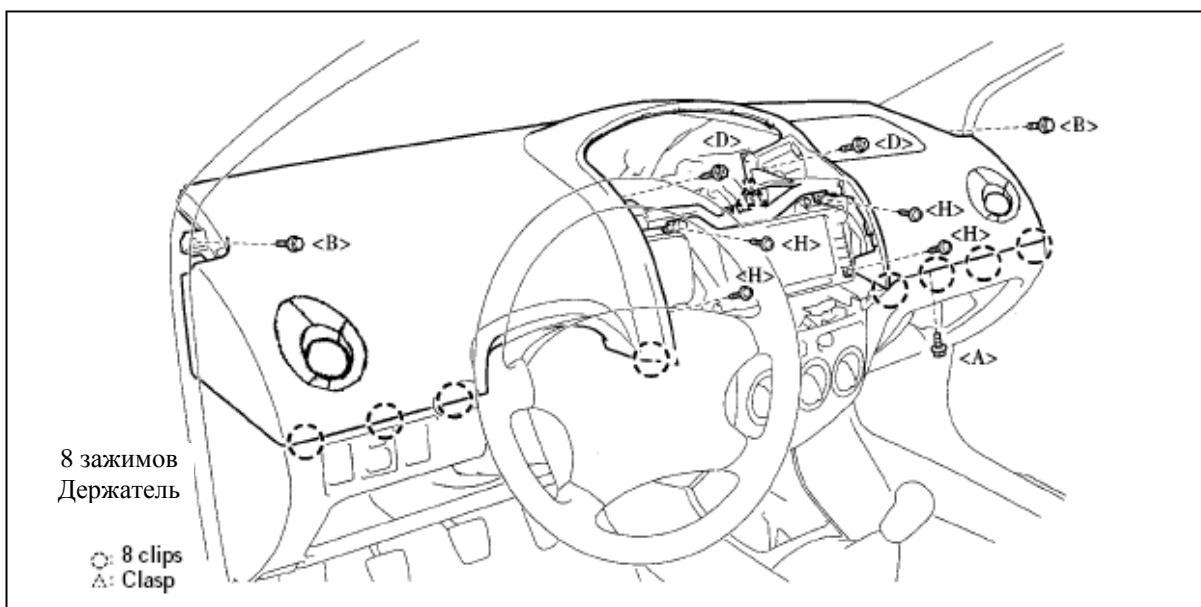

Рис. 534
- а. Открутите 6 винтов <D>, <H> и 2 болта ;(рис. 534)
- б. Открутите винт <A>(рис. 534)